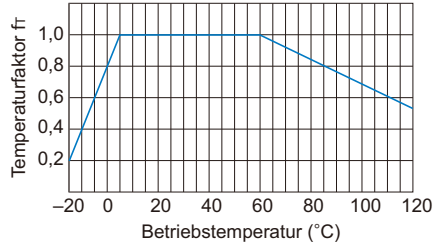

Abb. 2 Temperaturfaktor
Übersteigt die Temperatur der Keilwellenmutter den normalen Temperaturbereich, nimmt die Resistenz gegen Reibverschweißung und die Festigkeit des Materials ab. Daher muss das zulässige dynamische Drehmoment (T) und die zulässige dynamische Belastung (F) mit dem entsprechenden Temperaturfaktor aus Abb. 2 multipliziert werden.
- f_r : Temperaturfaktor (siehe Abb. 2)